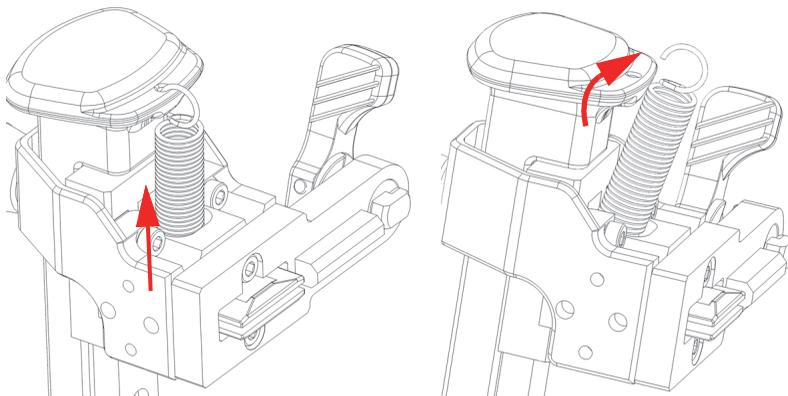

Рис. 2-27 Снятие пружины
2. Извлеките верхнюю часть пружины из отверстия в подъемной ручке SLA (Рис. 2-27 на стр. 66).